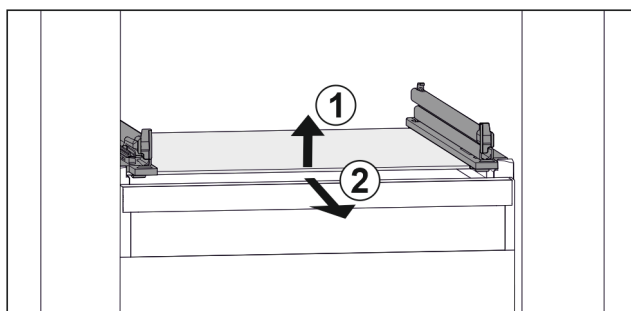

Fig. 118 Rappresentazione esemplificativa del ripiano in vetro
- ▶ Sollevare il ripiano in vetro dal davanti. Fig. 118 (1)
- ▶ Rimuovere il ripiano in vetro tirando in avanti. Fig. 118 (2)